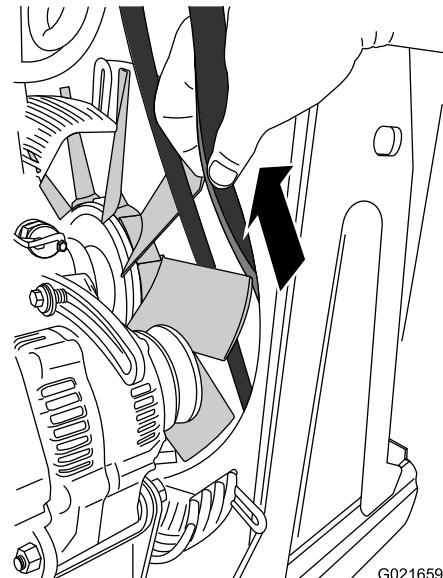

Figure 90
11. Alignez la courroie entre 2 des pales de ventilateur, puis tirez doucement la courroie vers l'arrière et le haut pour pouvoir la retirer de la machine (Figure 90).
1. Alignez la courroie entre 2 des pales de ventilateur, puis poussez doucement la courroie vers l'avant et le bas jusqu'à ce qu'elle soit devant le ventilateur (Figure 90).